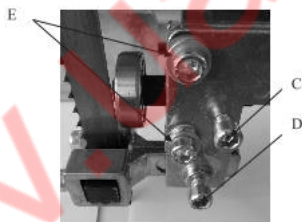

Рисунок 10
3. Ослабьте болт (Рис. 10С), чтобы закрепить положение подшипника. Убедитесь, что подшипник установлен максимально близко к заднему краю лезвия. Подшипник должен иметь зазор $1/32''$ с лезвием. Затяните болты после регулировки.
5. После регулировки закрепите защитный кожух лезвия в кронштейне, затянув два винта (Рис. 10Е).